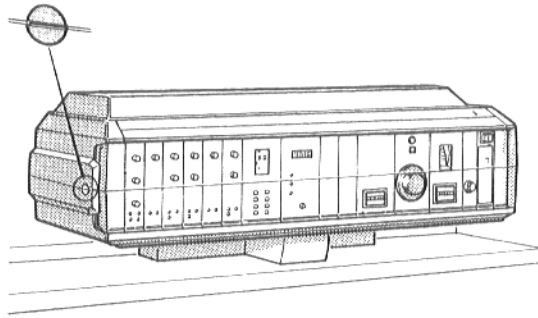

Fig. 29
- Mettre la fente de la vis de fixation du couvercle transparent de l'appareil de régulation (fig. 29) en position horizontale (à l'aide d'une pièce de monnaie par ex.). Enlever le couvercle en le tirant vers l'avant.